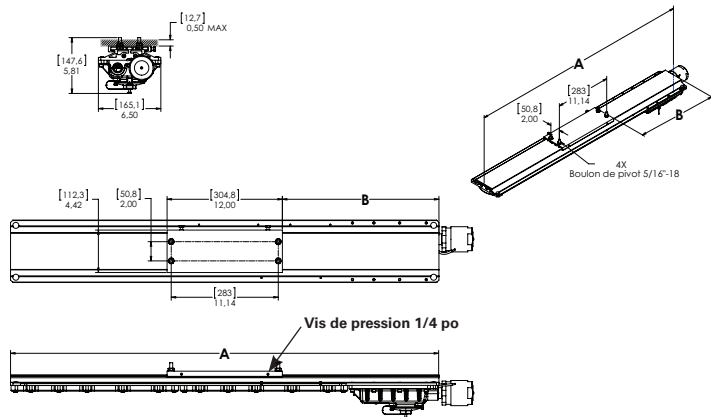

Figure 3. Montage arrière du ZP1057MTK
1. Pour le montage arrière, utiliser le support comme modèle pour marquer des trous et les percer, puis utiliser les boulons de 5/16 po inclus (voir la figure 3).
4. Placer les quatre (4) boulons de 5/16 po sur la plaque de montage et les visser uniformément au support. Le couple de vissage minimum requis est de 138 po lb (15,6 N.m.)
7. Serrer à fond les quatre (4) vis de pression de 1/4 po sur le support coulissant. Visser au couple de 78 po-lb (8,8 N.m).